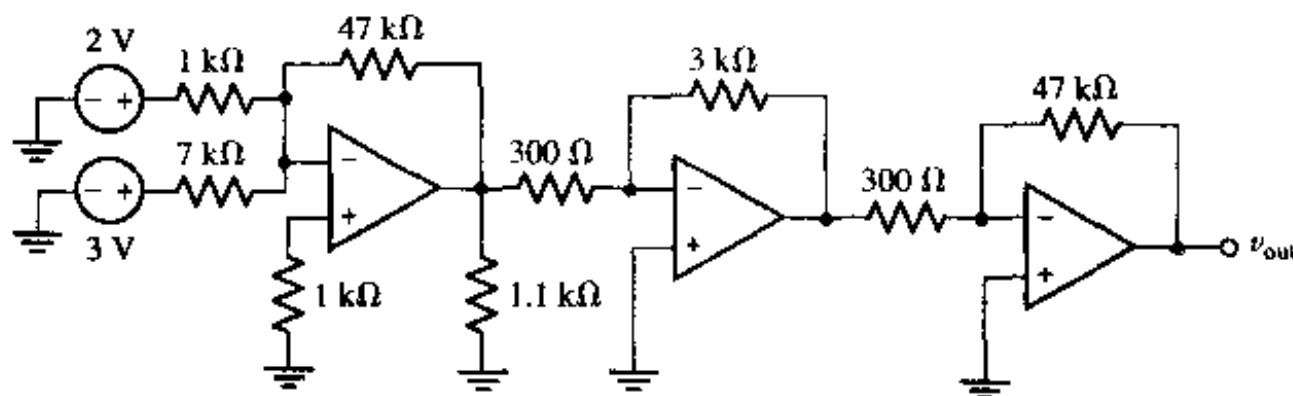

图 6.40
24. 如图 6.40 所示的级联运放电路, 计算每一级的输出电压。